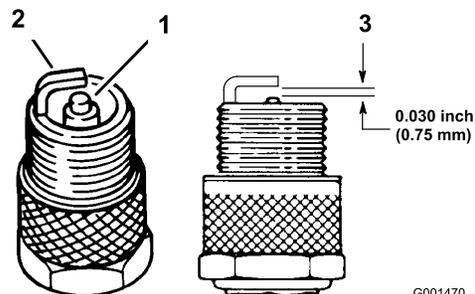

Figura 22
1. Controllate il centro delle candele (Figura 22). Se l'isolatore è di color marrone chiaro o grigio, il motore funziona correttamente. Una patina nera sull'isolatore significa in genere che il filtro dell'aria è sporco.
2. Controllate la distanza tra gli elettrodi centrali e laterali (Figura 22). Piegate l'elettrodo laterale (Figura 22) se la distanza non è corretta.
3. Collegate i cappellotti alle candele (Figura 22).